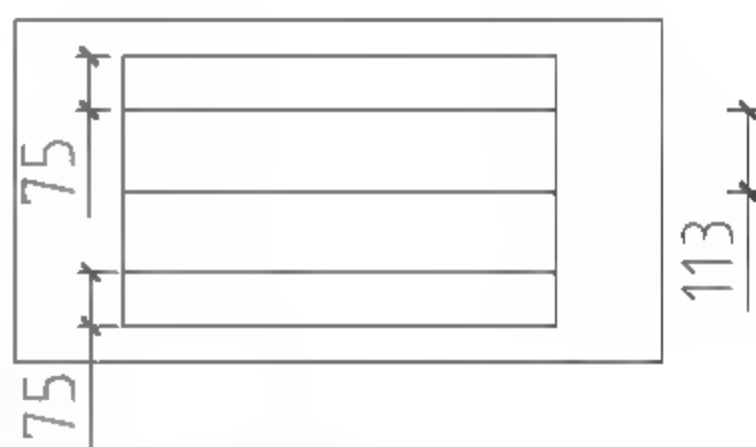

图8-175 向内偏移矩形边
- 04 调用O【偏移】命令，向内偏移矩形边，结果如图8-175所示。